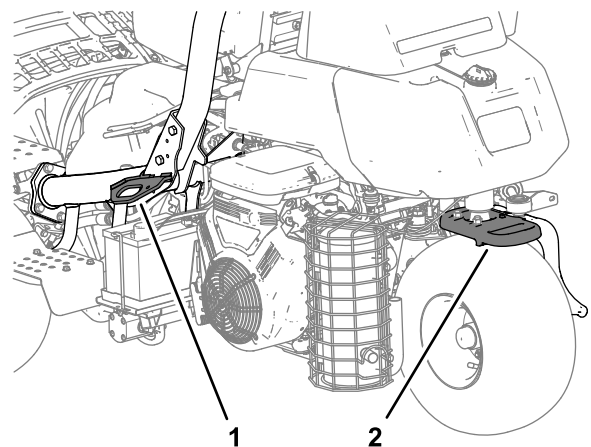

Figura 29
- Amarre la máquina firmemente con correas, cadenas, cables o cuerdas. Tanto la correa delantera como la trasera deben orientarse hacia abajo y hacia fuera respecto a la máquina (Figura 29).